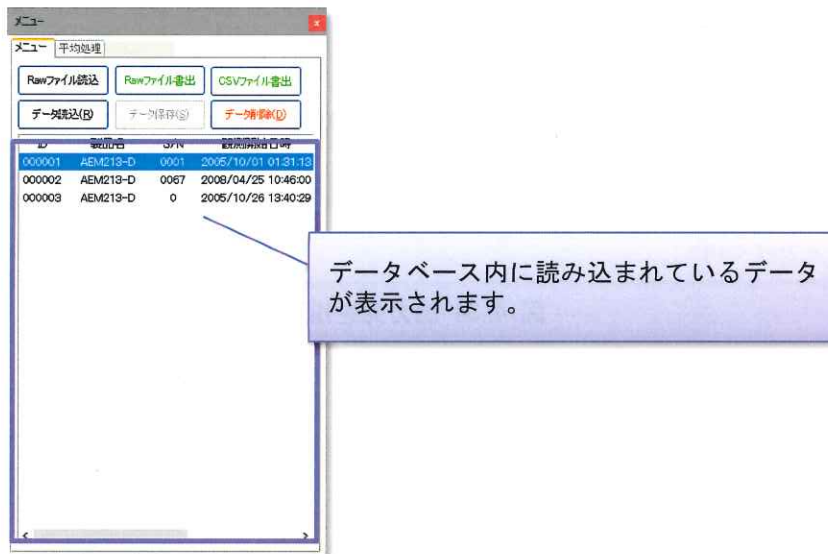

図 4.36 読み込み完了
- (3) メニューペインのデータリスト部に読み込まれたデータが表示されます。(図 4.36)